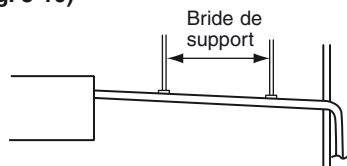

Fig. 3-10
- **Ne pas exercer de pression sur la canalisation située du côté de l'unité lors de la connexion du tube de vidange. Le tube ne doit pas être laissé suspendu non supporté de sa connexion à l'unité. Fixez le tuyau à un mur, un châssis ou autre support aussi près que possible de l'unité. (Fig. 3-10)**